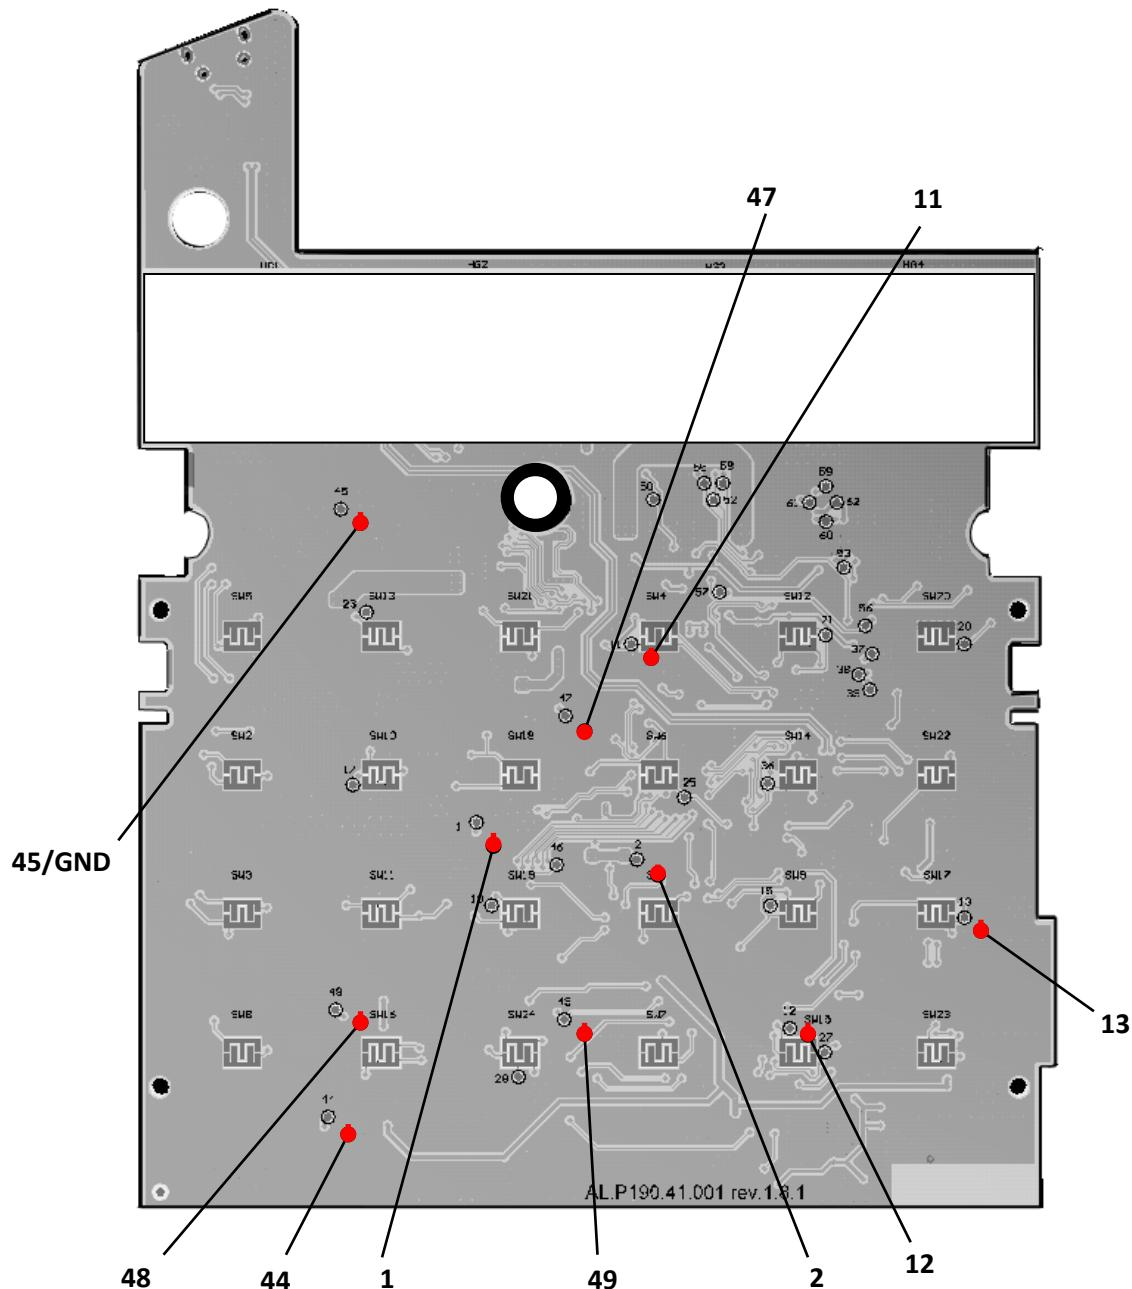

Рисунок 36. Обозначение контрольных точек блока управления AL.P190.41.000 rev. 1.8.1 / rev. 1.9
- Проверить при помощи мультиметра напряжение между контрольными точками **GND** и **44** (рисунок 36). Напряжение должно составлять **9,0 В ± 0,5 В**.
3. Проверить при помощи мультиметра напряжение между контрольными точками **GND** (**45**) и **44** (рисунок 36). Напряжение должно составлять **9,0 В ± 0,5 В**.